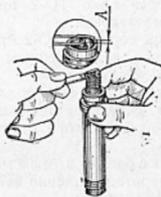

Рис. 138. Проверка зазора между электродами свечей
5. Осмотрите свечи, при наличии нагара очистите их, проверьте и отрегулируйте зазор между электродами свечей (рис. 138), который должен быть для свечей СН307-В 0,5—0,6 мм; для свечей А11-1 0,85—1,0 мм.